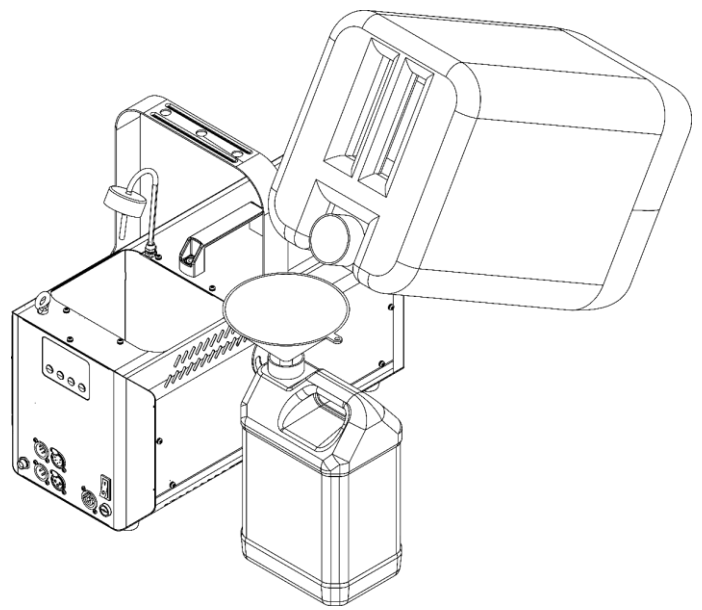

Fig. 11
- 05) Utilizzare un imbuto per versare il liquido per neve nel serbatoio, come mostrato nella Fig. 11.